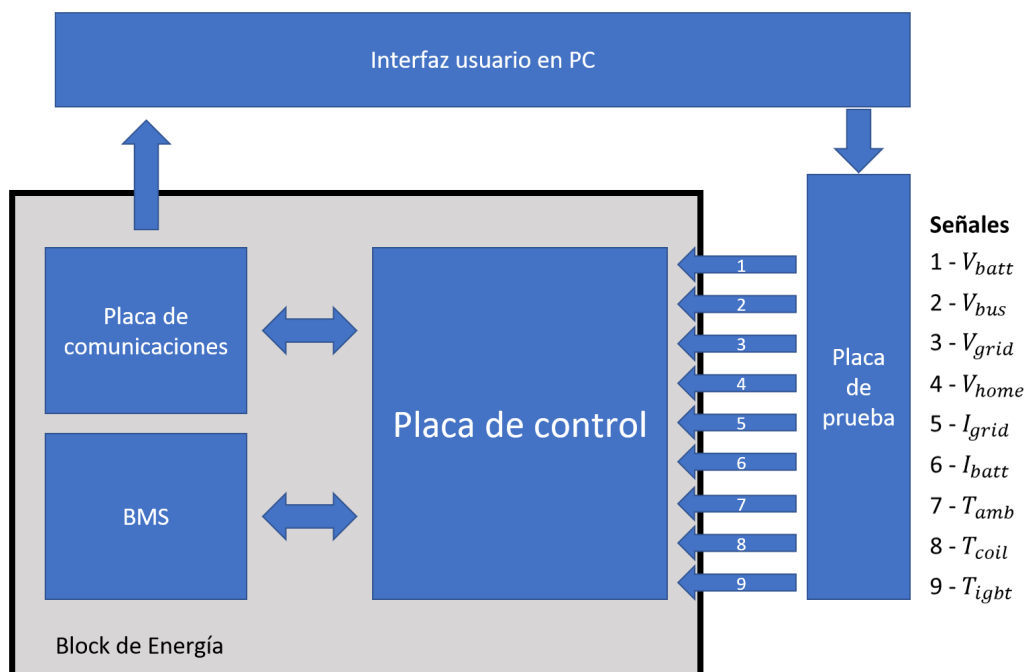

Figura 1. Diagrama en bloques del sistema
En la Figura 1 se puede observar cómo se integra la propuesta de sistema embebido con el block de energía. Adicionalmente se pueden observar las señales que se pretenden generar. Las señales enlistadas permiten tomar la mayoría de las decisiones al sistema de control.
Como se representa en la Figura 1, se generarán 9 señales para realizar las pruebas. Las señales de tensión son efectivamente tensiones no escaladas, por lo que tienen valores de 220 V en alterna o alrededor de 400 V continua.
- Se realizará un prototipo que permita generar las 9 señales listadas en la Figura 1.